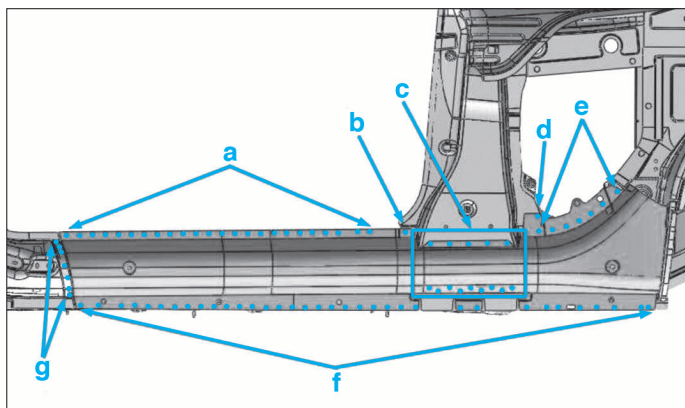

FIG. 74
- Fraiser (Fig.74) :
- des points (b), (c) et (g) par bouchonnage au Mig (Fig.74).